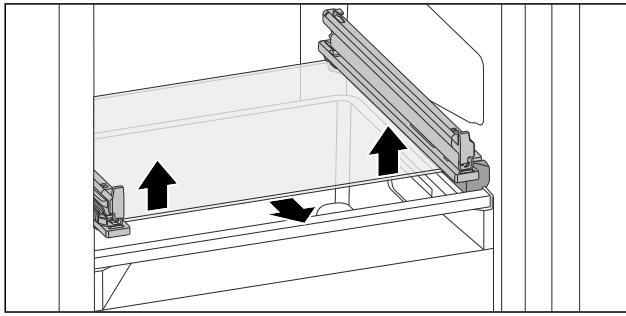

Fig. 139 Glasplatte des abklappbaren Schubfachs
- Glasplatte von unten beidseitig nach oben drücken. (siehe Fig. 139)